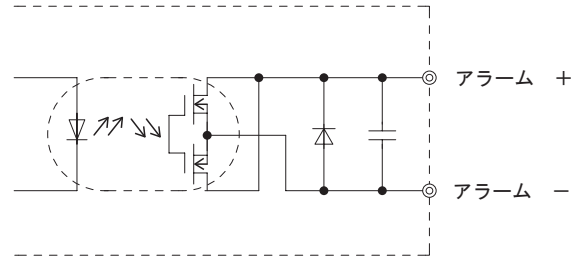

図1.6 アラーム内部回路
- 表 1.2 に示す送出条件のアラーム信号を、アラーム端子 (SCHA10000T : CN9, 10 SCDA10000T : CN7, 8) から出力します。仕様につきましては表 1.3、内部回路は図 1.6 をご参照ください。アラーム端子配列は、フロントパネル詳細図をご参照ください。